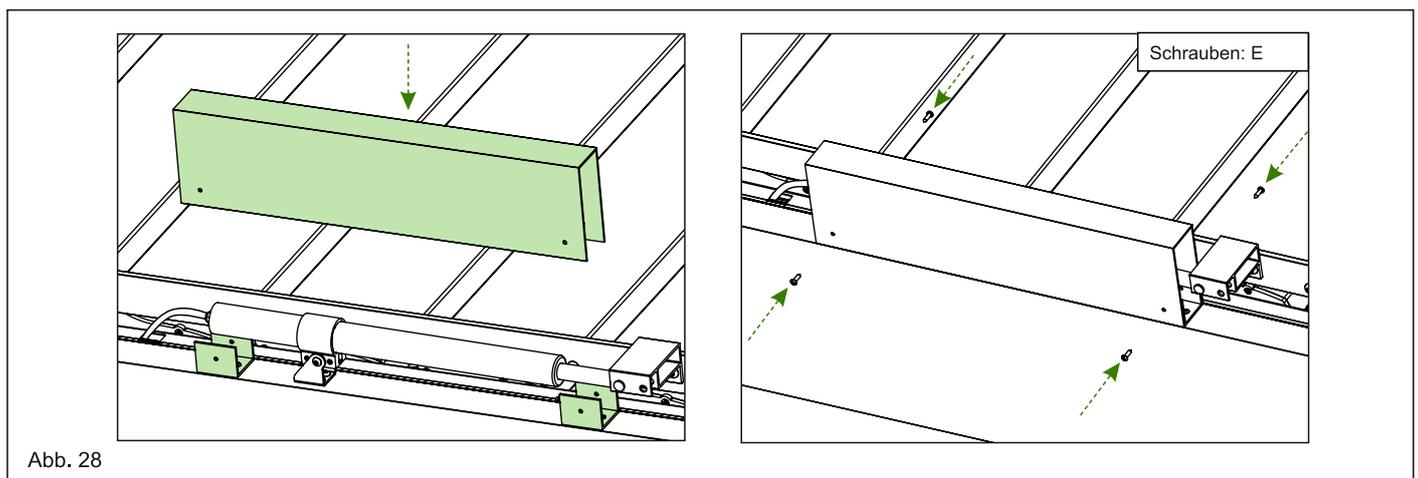

Abb. 28
13.1. Befestigen Sie dann die Motorabdeckung und die Halterung für die Motorabdeckung mit der selbstschneidenden (E) Kreuzschlitzschraube ST 4,2x16. Siehe Abb. 28.